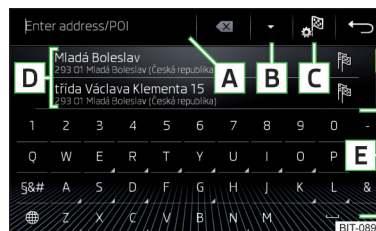
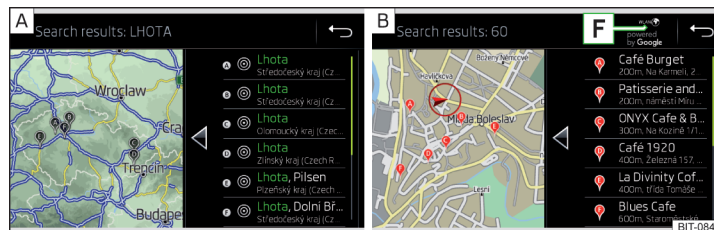

Fig. 222
Fig. 223 **Lista de los destinos solicitados: en los datos de navegación / online**
## Superficies funcionales » fig. 222 y » fig. 223
En el área **D** » fig. 222 se muestra una lista de los destinos solicitados.
- **o:** pulsar la superficie funcional **B** » fig. 222.
-  Los destinos solicitados en los datos de navegación » fig. 223 - **A**.
-  Los destinos solicitados online » fig. 223 - **B**.